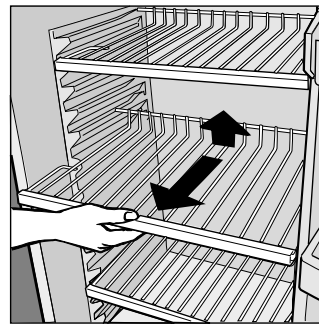

Abb. 1
- Der Kühlraum ist mit praktischen herausziehbaren Abstellrosten (Abb. 1) versehen. Diese dank der entsprechenden Führungsschienen auch höhenverstellbaren Abstellroste ermöglichen eine Veränderung der Innenraumaufteilung gemäß Ihren Bedürfnissen.
Das Abtauen erfolgt automatisch und das Tauwasser wird mittels einer Tropfrinne aufgefangen und durch das Ablaufloch (Abb. 1) abgeleitet, wo es aufgrund der vom Kompressor ausgestrahlten Hitze verdampft. Das Ablaufloch, das sich hinter dem Gemüsefach befindet, muß jedoch regelmäßig gereinigt werden, damit das Wasser ordnungsgemäß ablaufen kann.